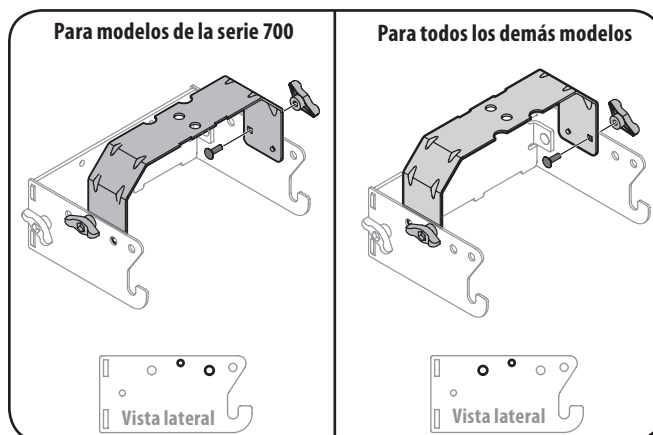

Figura 4-4
2. Dé vuelta el conjunto y monte la ménsula de soporte de enganche a la unidad de montaje como se muestra en la Figura 4-4.
Nota: Los orificios más próximos a los ganchos de montaje se utilizarán para todas las máquinas del modelo de la serie 700, en tanto que los dos orificios más cercanos al montaje cruzado son para todos los demás modelos. La ménsula de soporte de enganche tendrá que estar dada vuelta para permitir el alineamiento adecuado de los orificios según el modelo de máquina en la que se instale esta embolsadora. Consulte la Figura 4-4.